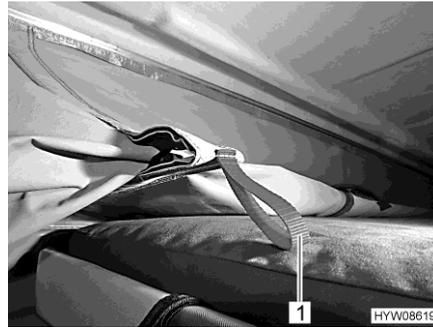

Fig. 23 Dispositivo de recogida
- Tirar de la lona hacia dentro con las tiras rojas (Fig. 23,1) del dispositivo de recogida.